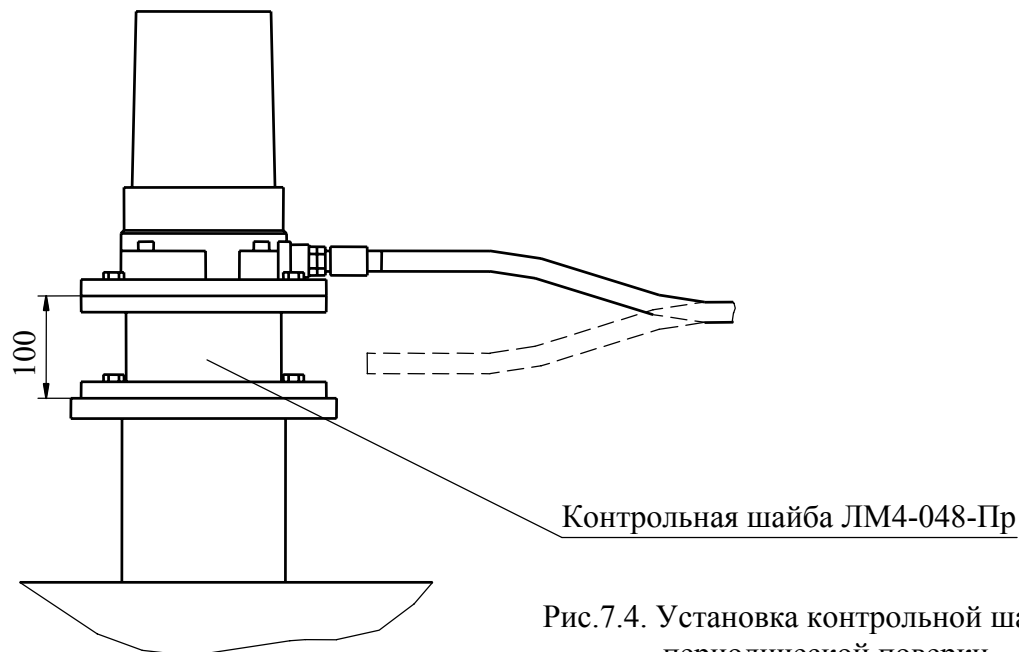

Рис.7.4. Установка контрольной шайбы при проведении периодической проверки.
7.6. Монтаж датчика с устройством для поверки (контрольная шайба) при проведении периодической поверки производить в соответствии с требованиями раздела 7.2 Методики поверки УЛМ0.01.000МП и рис.7.4 настоящего Технического описания и инструкции по эксплуатации.